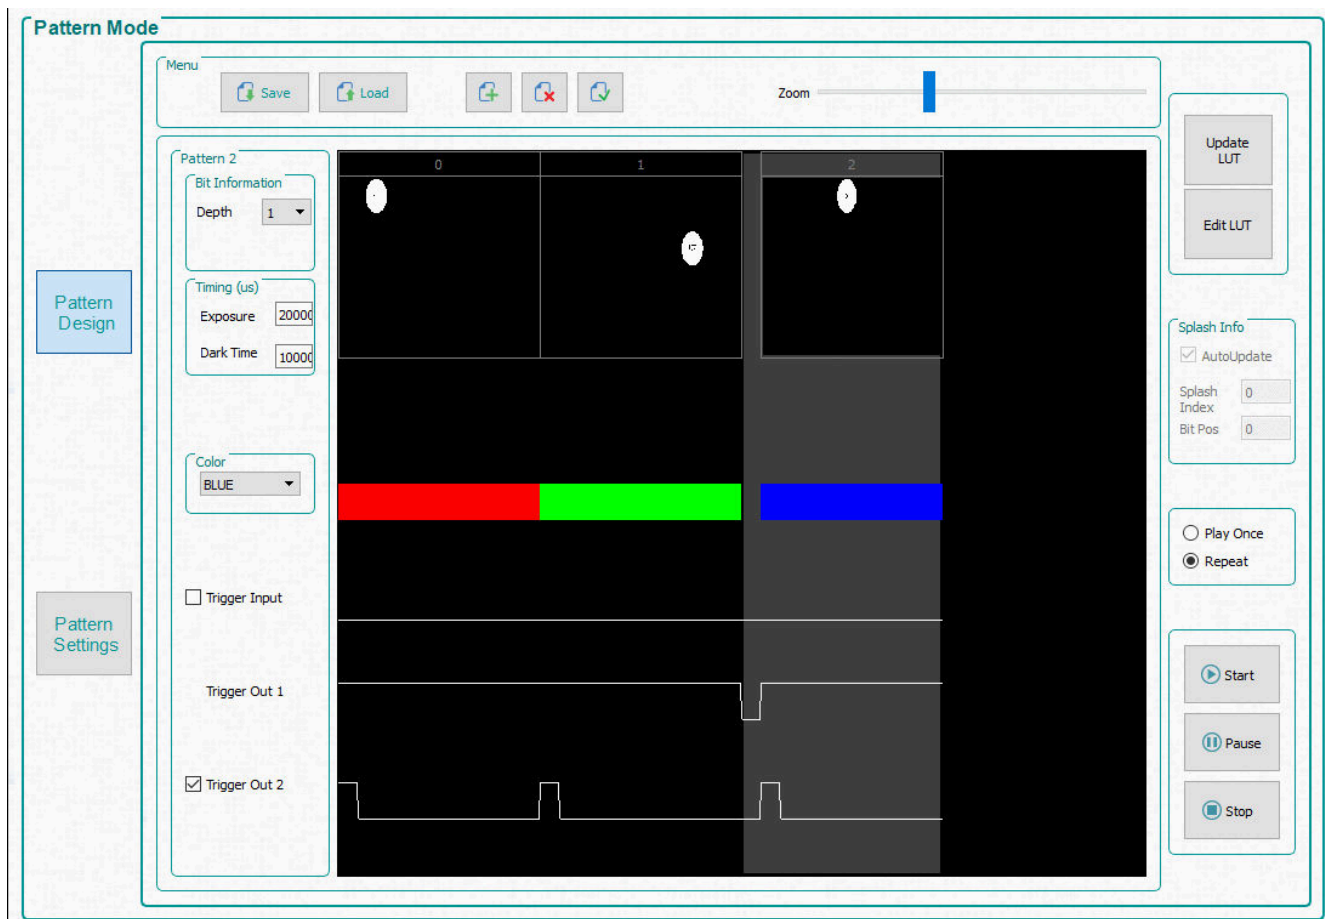

図 2-2. 単純な 3 パターンのシーケンス
次の 3 つの手順では、選択したパターンが、明るい灰色の選択領域で示されます。図 2-2 を参照してください。この図は、3 番目のパターン (パターン 2) を選択した状態です。
5. 3 番目のパターン (パターン 2) を選択し、ビット深度 1 を選択します。露出を 200000 μ s に、ダークタイムを 100000 μ s に設定して、カラーの「青色」を選択します。パターン シーケンスを、図 2-2 に示します。